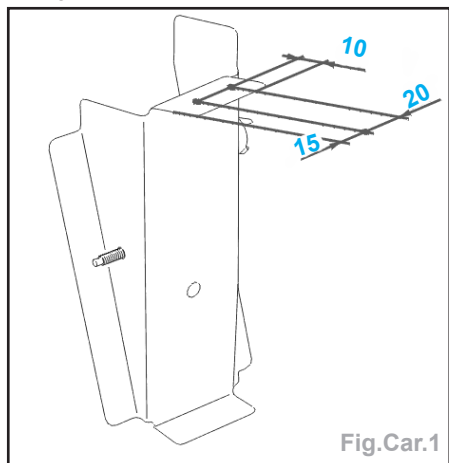

Fig.Car.1
- Tracer puis percer au $\varnothing 8 \text{ mm}$ pour soudage ultérieur par points bouchons (Fig.Car.1).